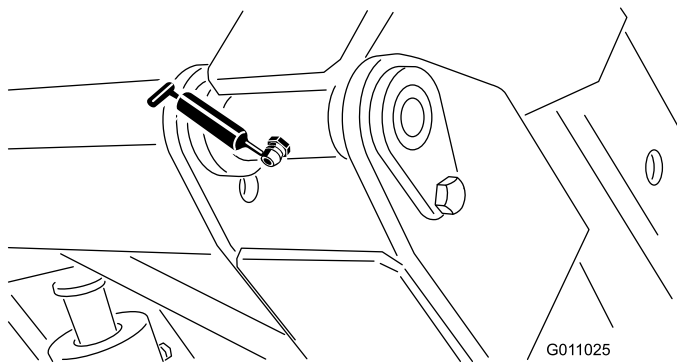

Figura 32
- Pivote de la tolva (superior) (2) (Figura 32).